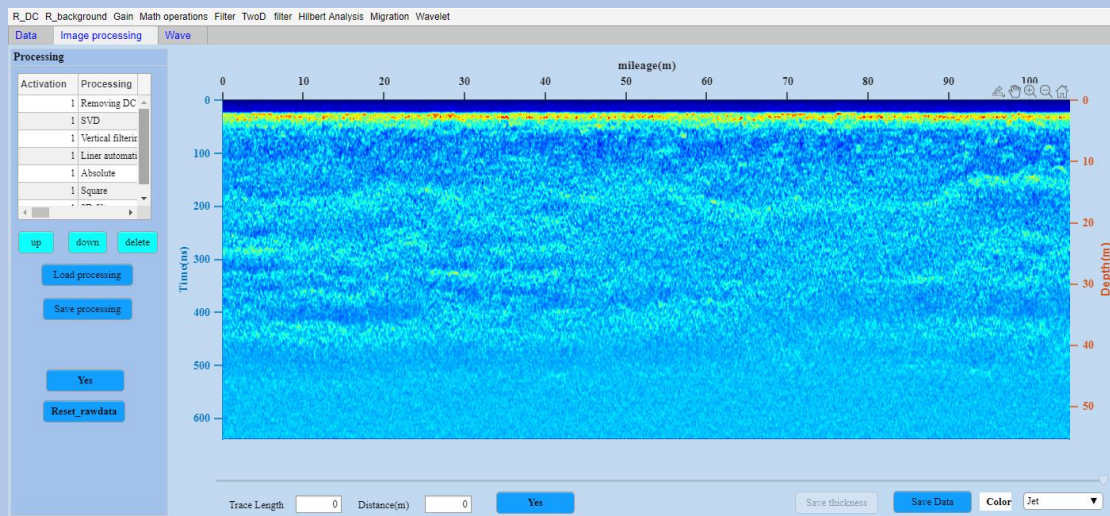

图 8-18 Case2 处理结果
(5) 点击 Yes，完成数据处理，然后将 Color 设置为 Jet，获得如图 8-18 的处理结果